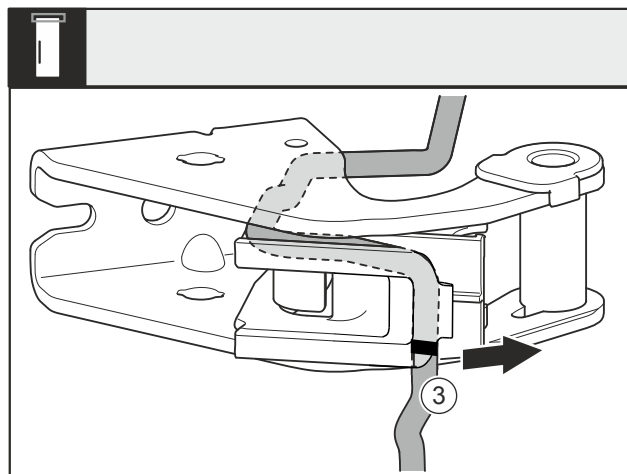

Fig. 31
- Smontare il cavo con il supporto del cavo Fig. 31 (3) dal blocco di supporto.